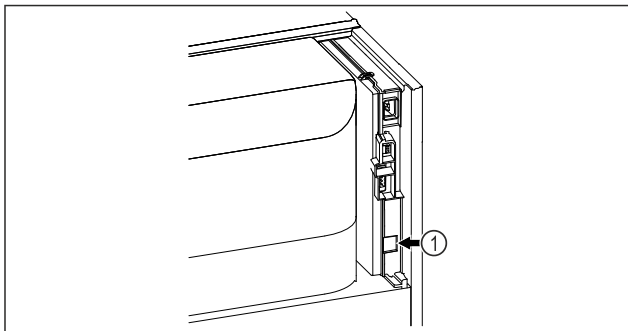

Fig. 146
- ❑ SmartModule Fig. 146 (1) on asennettu.